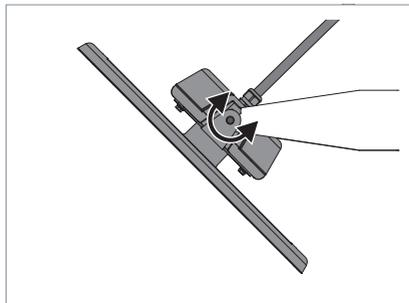

Fig. 12: Orientamento dell'apparecchio d'illuminazione.
- ▶ Orientare l'apparecchio d'illuminazione e stringere le due viti sulle staffe, vedi Fig. 12.